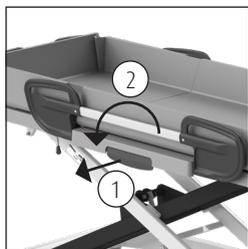

Figura 3 Binario laterale.
- La sponda laterale è dotata di protezioni che impediscono al cliente di sollevare autonomamente le sponde laterali (vedere figura 3).
- Sbloccare il dispositivo di sicurezza tirando con una mano la maniglia sporgente e ruotando la sponda laterale con l'altra mano (2) (vedere figura 3).